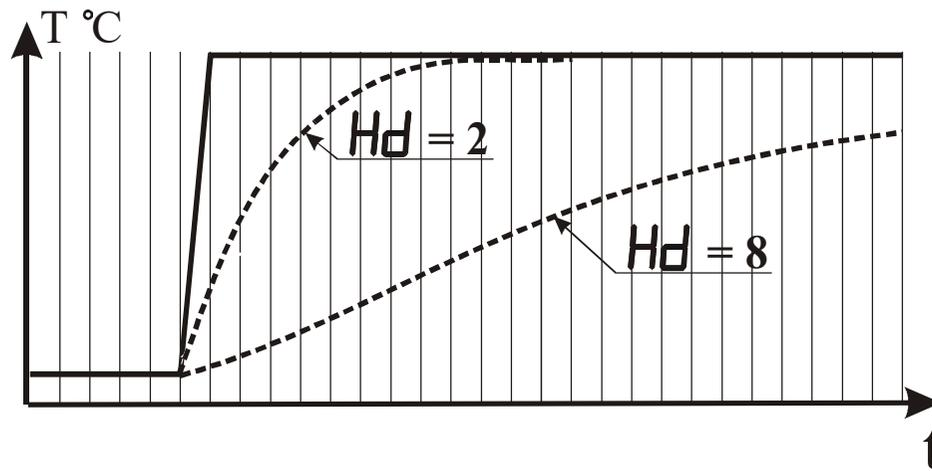

Рисунок 3.3 – Вплив параметра "Час усереднення" на показання приладу при різних значеннях параметра Hd
3.3.3.9 Параметр "Час усереднення" вказується в кількості періодів опитування вхідного датчика (N_d). Цей параметр дозволяє домогтися більш плавної зміни показань приладу. Для цього обчислюється середнє арифметичне останніх N_d вимірювань. Якщо значення параметра дорівнює 0, інтегратор відключається. Зменшення часу усереднення призводить до більш швидкої реакції приладу на різкі зміни вимірюваного параметра, але знижує перешкодозахищеність приладу (див. рисунок 3.3).